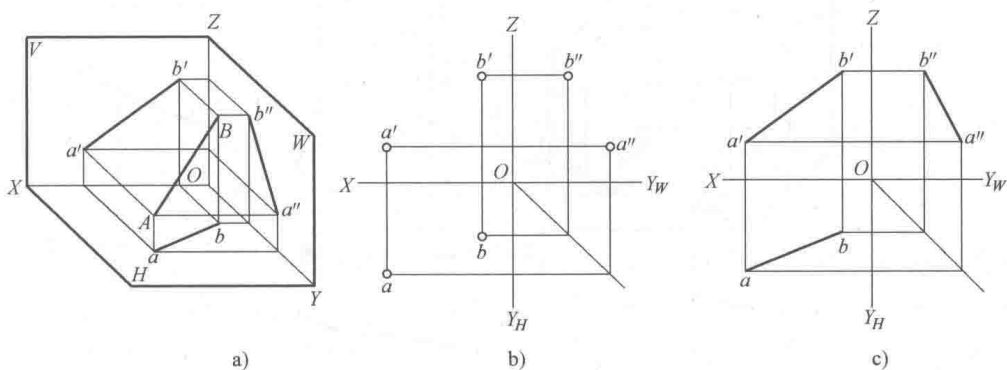

图 1-25 直线的三面投影
(3) 直线的投影 由直线上任意两点的同面投影来确定, 如图 1-25 中线段的两端点  $A$ 、 $B$  的三面投影, 连接两点的同面投影得到的  $ab$ 、 $a'b'$ 、 $a''b''$ , 就是直线  $AB$  的三面投影。直线的投影一般仍为直线。
1) 一般位置直线：对三个投影面都倾斜的直线称为一般位置直线，图 1-25 所示的  $AB$  就是一般位置直线，其投影特性为“三面投影均是小于实际长度的斜线”。